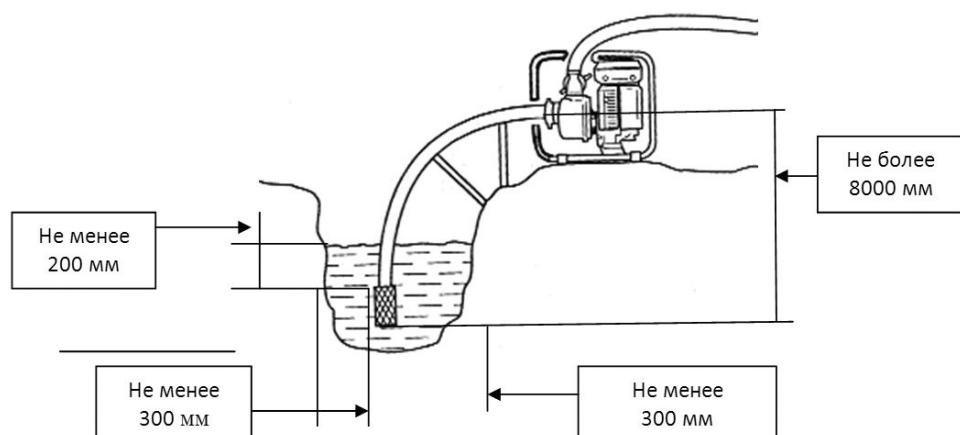

Рис.12
1. Установите мотопомпу вблизи водоема(емкости) на твердую ровную горизонтальную поверхность, опустить фильтр всасывающего рукава в водоем(емкость), обеспечив вертикальное положение фильтра и необходимые расстояния, как показано на рис. 12.